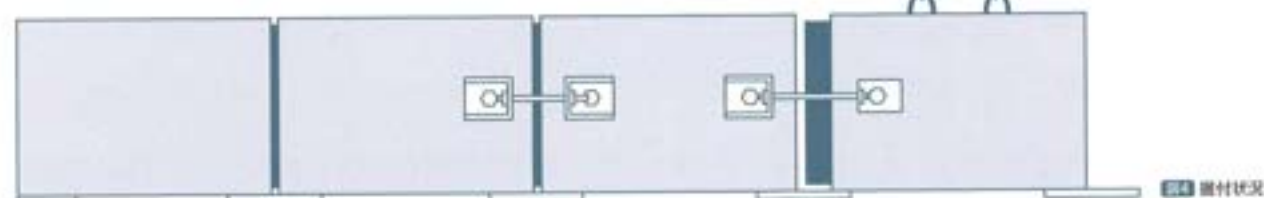

図4 引寄せ状況
①図4のように引寄せ治具で引寄せます。
※製品引寄せ比率は図4のように「既設の製品重量>新たに据える製品重量」になるよう引寄せ治具の本数を調整します。